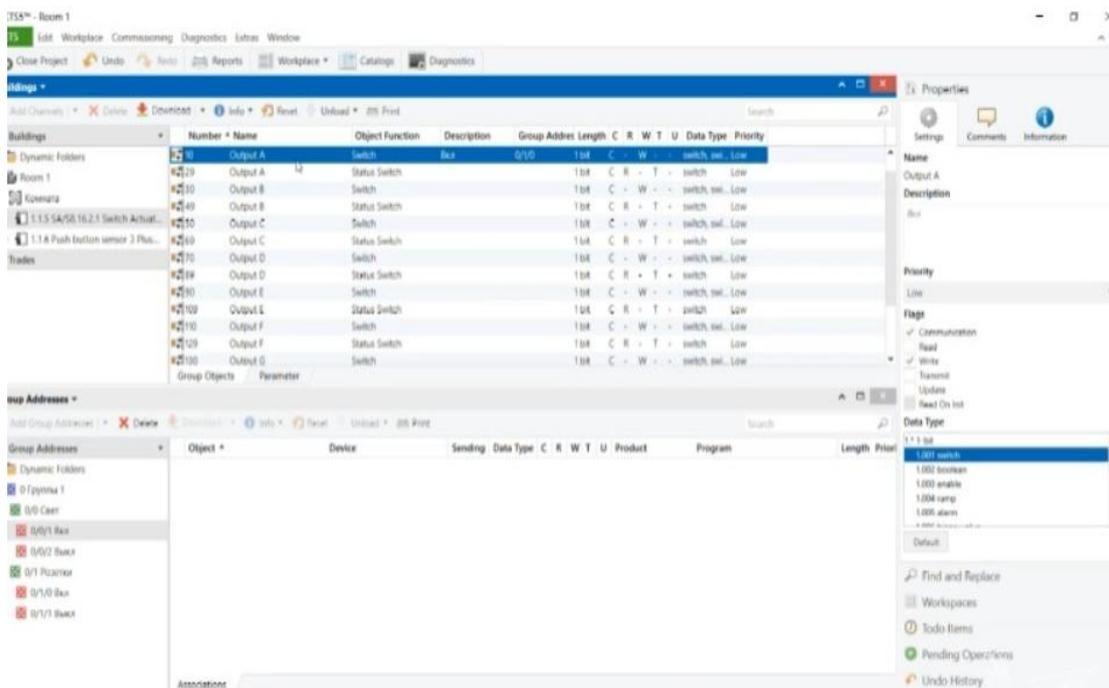

Рисунок 7 – Настройка параметров актуаторов
3. Добавляем выходы А- и В-выключателя в соответствующие группы (рис. 7).